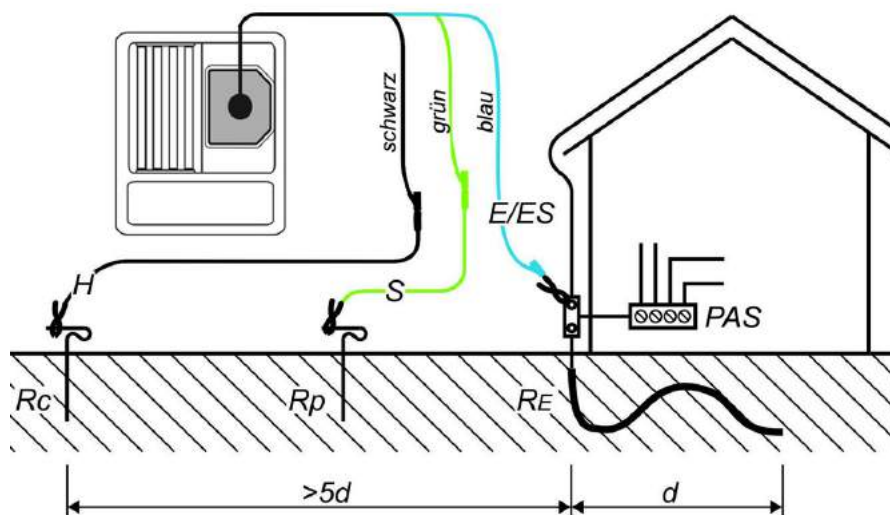

Abbildung 5.33: Anschluss des optionalen Erdungsset (044113) - Messung der Haupterdung
- Kontaktieren Sie die Prüfleitungen an das Prüfobjekt (siehe Abbildung 5.33 und 5.34).
- Die Sonden müssen in ausreichendem Abstand vom Prüfobjekt platziert werden. Der Abstand zwischen dem Erder (E/ES) und der Sonde (H) soll mindestens 5-mal größer sein als die Tiefe oder Länge des Erders (siehe Abb. 5.33 und 5.34).